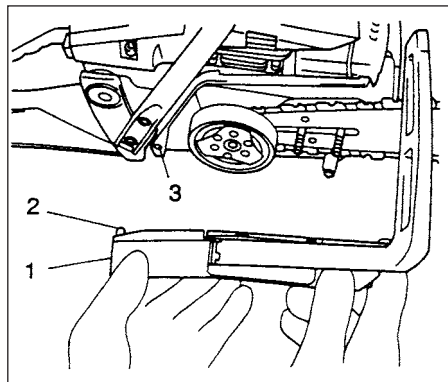
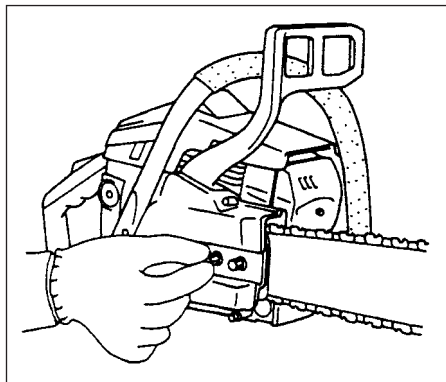

Fig.1-3
Fig.1-3B
4. Montera sidokåpan (1) på svärdets spännbultar medan Du sätter i positionstappen (2) på sidokåpan i positionshalet (3) på enheten. (Fig. 1-3) Skruva sedan fast spännmuttrarna för hand. (Fig. 1-3B)
5. Lyft upp svärdsänden och spänn kedjan (1) genom att vrida kedjespännarens justeringsbult (2) medurs. Kontrollera spänningen genom att lyfta lätt vid kedjans mittel. Drivlänken skall kunna lyftas 0,5 – 1 mm från svärdsparrets botten (3).